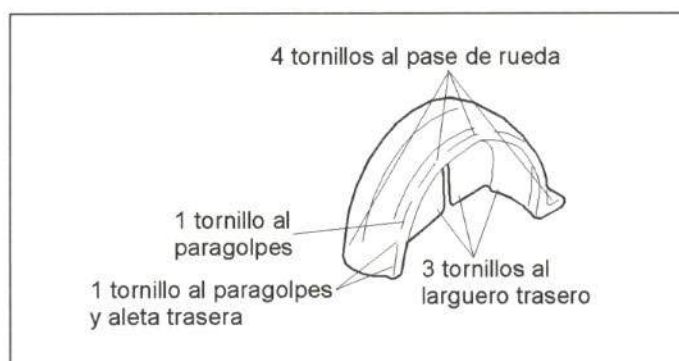

Figura 40.- Unión del guardabarros trasero
- Guardabarros trasero (ver figura 40).
En la figura 40 se muestra la unión del guardabarros trasero con el resto de la carrocería.